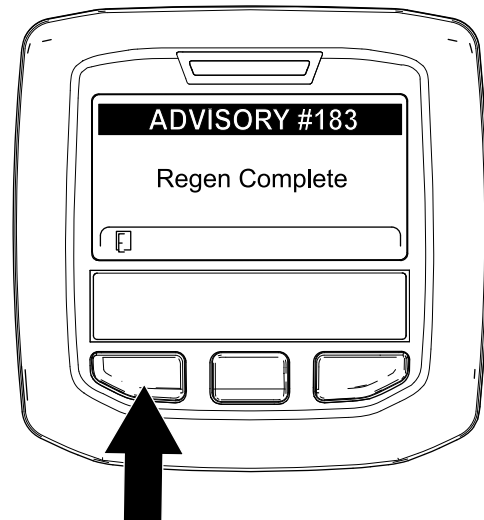

Figure 60
9. Quand le calculateur moteur achève une régénération en stationnement ou une d'urgence, l'InfoCenter affiche l'AVIS N° 183 (Figure 60). Appuyez sur le bouton gauche pour revenir à l'écran d'accueil.